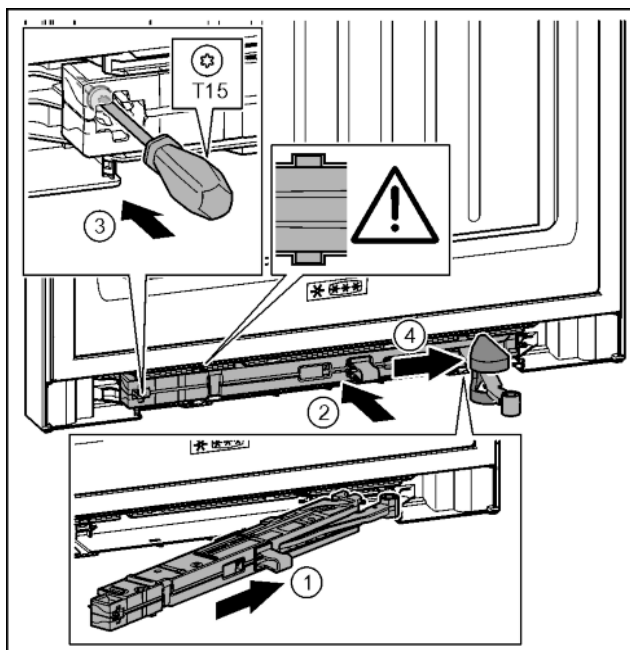

Fig. 42
- ▶ Jednotku tlumiče zavírání na straně stojanu ložiska zasuňte až na doraz šikmo do výklenku. *Fig. 42 (1)*
- ▶ Jednotku tlumiče zavírání zcela zasuňte do výklenku. *Fig. 42 (2)*
- ▶ Šroubovákem T15 pevně utáhněte šroub. *Fig. 42 (3)*
- ▶ Posuňte kryt přes kloub. *Fig. 42 (4)*